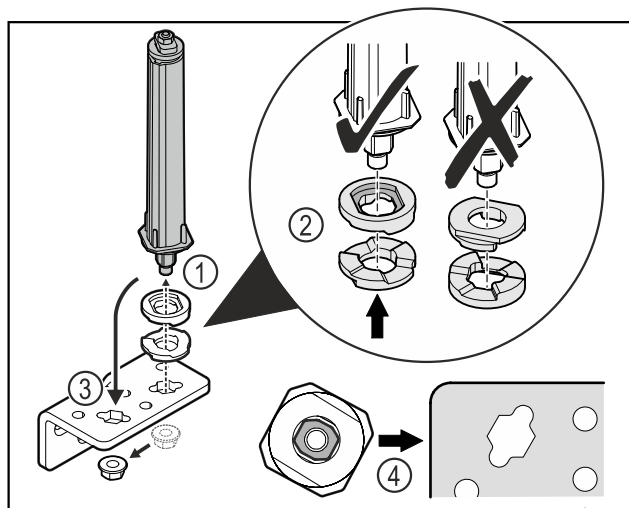

Fig. 32
- Soltar la tuerca y retirar el sistema de cierre de la puerta Fig. 32 (1).
- Tener en cuenta la orientación correcta de las arandelas de ajuste de altura Fig. 32 (2).
- Cambiar la posición del sistema de cierre de la puerta en la escuadra de bisagra y fijar con la tuerca Fig. 32 (3).
- Tener en cuenta la orientación correcta del sistema de cierre de la puerta al insertarlo Fig. 32 (4).